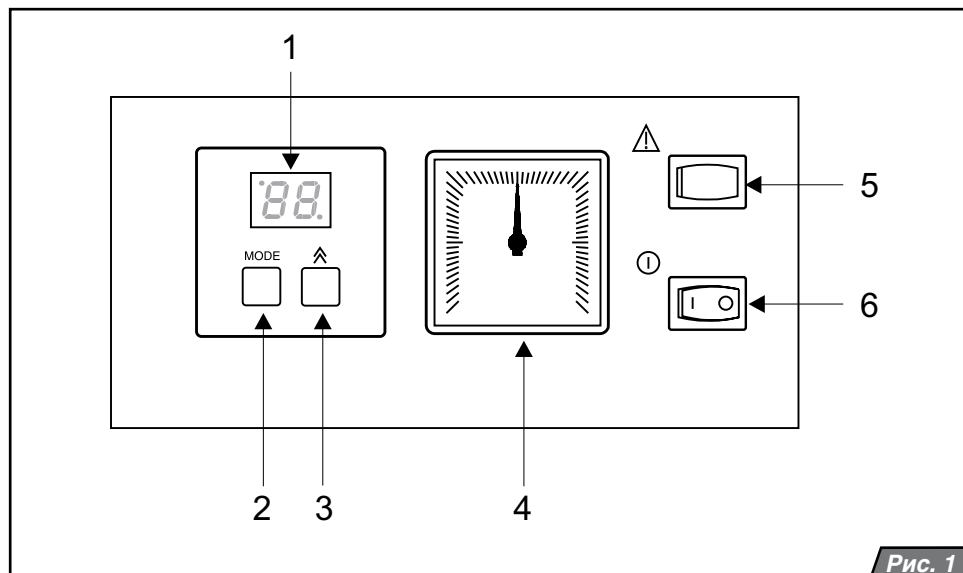

Рис. 1
Главный выключатель (рис.1, поз.6) предназначен для включения и выключения котла. Он располагается в правой части панели управления.
Описание элементов управления (рис. 1):
Давление в системе отопления постоянно отображается на манометре котла (рис.1, поз.4).
В случае если к котлу не был подключен датчик температуры воды в бойлере, нажмите кнопку MODE 1 раз (рис.1, поз.2). Если датчик
| F1 | Потеря пламени                              | Данная ошибка означает необратимое блокирование автоматики розжига и прекращение подачи газа через газовый клапан, т.е. ПОТЕРЮ ПЛАМЕНИ. Подобная блокировка может возникать в тех случаях, когда, находясь в режиме открытого газового клапана, автоматика зажигания не получает обратный сигнал о наличии пламени от ионизационного электрода. Котел отключится, и на дисплее высветится ошибка F1. Данная неисправность может быть вызвана также срабатыванием элементов безопасности – аварийного термостата или термостата продуктов сгорания. Низкое давление газа на входе, неправильное электрическое подключение (перепутаны местами фаза и ноль) также могут быть причиной потери пламени. Для снятия сбоя нажмите кнопку RESET (рис.1, поз.5). Если сбой не удастся устранить с помощью кнопки RESET, обратитесь в сервисную организацию. |
4. давление в системе отопления находится в допустимых пределах 1 – 2 бара. Установите главный выключатель (рис. 1, поз. 6) в положение ВКЛЮЧЕНО (I). Котел включится и начнет работать в режиме ГВС (если бойлер подключен к котлу). После нагрева ГВС котел переключится на режим отопления (при условии, что режим отопления активен). В случае защитного отключения котла на дисплее панели управления появится сообщение о
неисправности (см. „Сообщения об ошибках“, стр.8). С помощью кнопки RESET (рис. 1, поз. 5) разблокируйте котел. Если, после включения, защитное отключение повторится, или невозможно будет произвести разблокировку котла, обратитесь в сервисную организацию.
При кратковременном отключении котла установите главный выключатель (рис. 1, поз. 6) в положение ВЫКЛЮЧЕНО (O). При выключении котла на длительный период необходимо отключить его от электрической сети и перекрыть подачу газа в котел. Если в зимний период котел не используется, то систему отопления необходимо опорожнить. Однако необходимо избегать частых сливов и подпиток системы отопления во избежание образования накипи и отложений внутри котла.